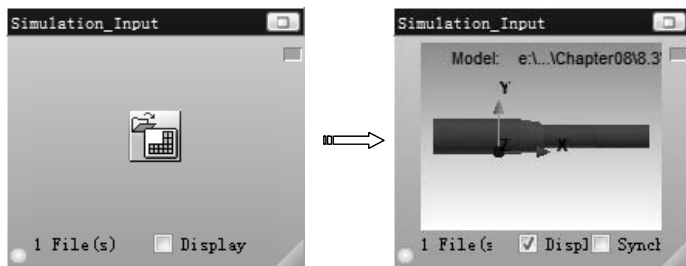

图 7-71 关联有限元分析结果
4) 关联有限元分析结果文件。在【Simulation_Input】窗口中选中下方的【Display】复选框，把有限元分析结果拖入到有限元输入框建立关联，如图 7-71 所示。